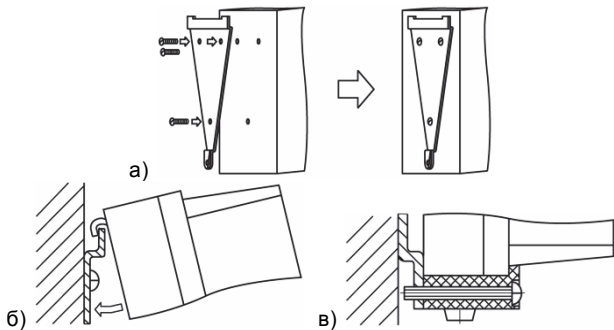

Рисунок 5.1 – Монтаж прибора настенного исполнения
- закрепить кронштейн тремя винтами М4 на поверхности, предназначенной для установки прибора (см. Приложение А и рисунок 5.1, а);
- зацепить крепежный уголок на задней стенке прибора за верхнюю кромку кронштейна (рисунок 5.1, б);
- прикрепить прибор к кронштейну винтом М4 × 35 из комплекта поставки (рисунок 5.1, в).